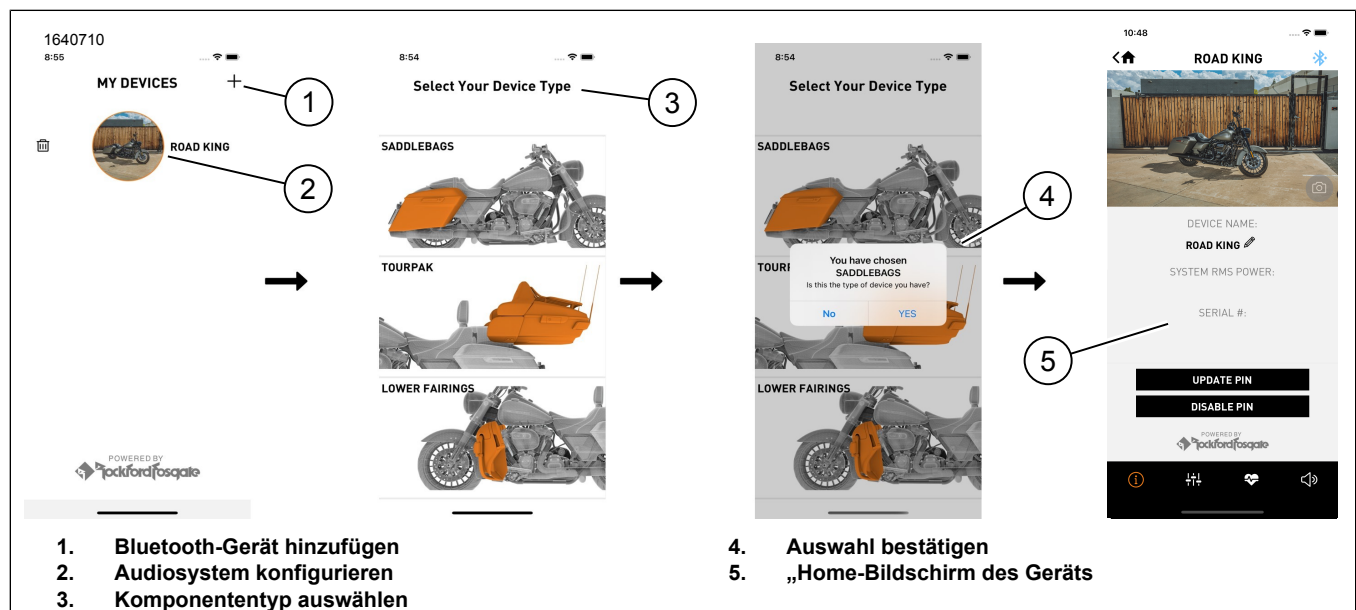
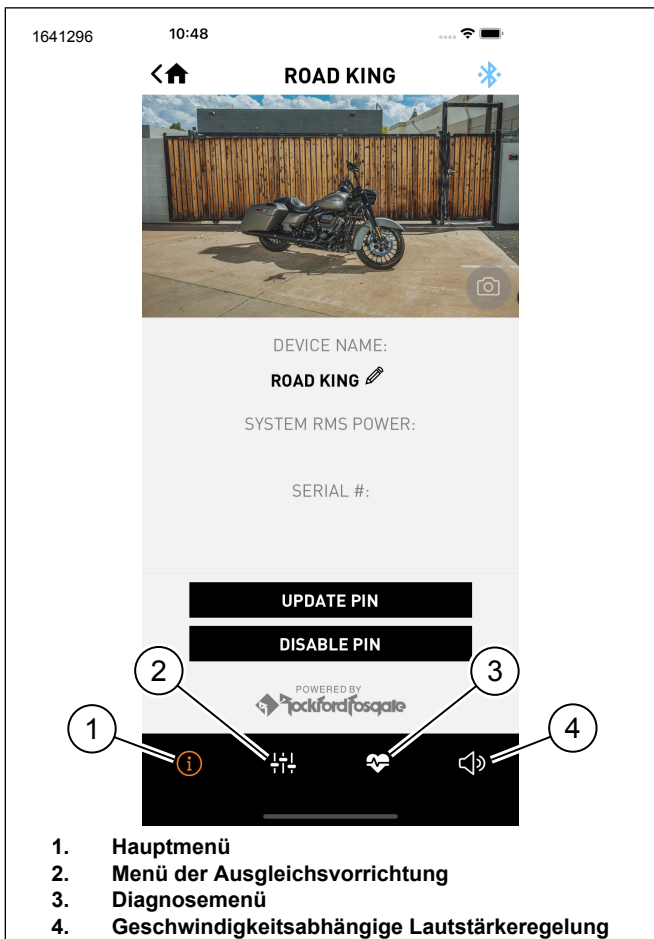
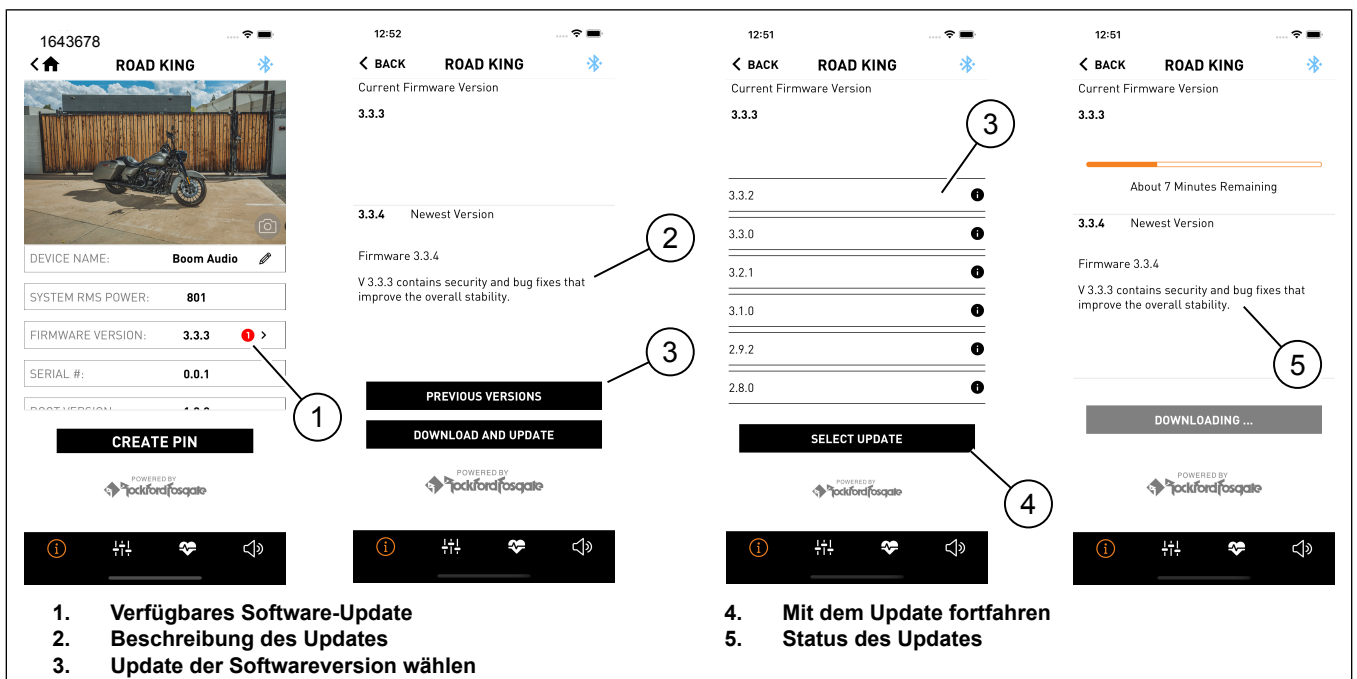

Abbildung 17. Einrichtungsprozess
Abbildung 18. Menüleiste
Abbildung 19.
1. Abbildung 17 Zugriff auf das Audiosystem.
- a. Das Gerät (1) mit dem System koppeln.
- b. Das Fahrzeug-Soundsystem über App-Menüs (2) einrichten.
2. Wählen Sie die Konfiguration (3), in der Lautsprecher im Fahrzeug eingebaut wurden.
3. Bestätigen Sie die Auswahl (4).
4. Nach Abschluss der Einrichtung wird der „Home-Bildschirm des Geräts (5) angezeigt.
5. Abbildung 18 Drücken Sie die Menüleistensymbole für:
- a. Hauptmenü (1)
- b. Menü der Ausgleichsvorrichtung (2)
- c. Diagnosemenü (3)
1. Abbildung 19 Der rote Kreis zeigt an, dass ein Software-Update verfügbar ist (1).
2. Kurze Beschreibung des Updates (2).
- b. Drücken Sie die vorherige Version (3), wenn Sie stattdessen diese Version installieren möchten.
3. Wählen Sie ein Versionsupdate (3) und fahren Sie mit dem Update (4) fort.
- a. Abbildung 18 Durch Drücken des Symbols Hauptmenü (1) erhalten Sie weitere Informationen zum Update.
4. Der Bildschirm zeigt den Status des Updates (5) an, der auf den Verstärker angewendet wird.